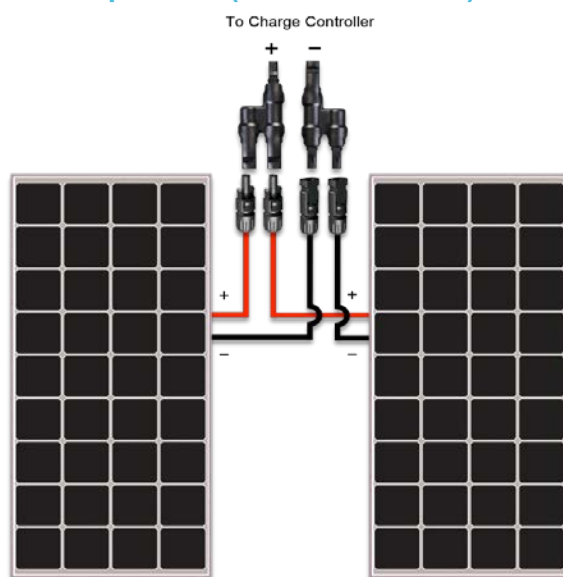

Figura 8.2 Dos Panles RNG-100D en paralelo
Una de las configuraciones solares más básicas implica cableado dos paneles solares en paralelo. Esta configuración en paralelo aumentará la salida de corriente, mientras que la tensión de salida sigue siendo la misma. La **Figura.8.2** anterior muestra la disposición para la conexión de dos paneles solares en paralelo con un par de conectores de derivación MC4. Esta disposición es aplicable si dos paneles solares serán montados adyacentes uno a otro. Esta conexión requiere un (1) par de conectores de derivación MC4. Cuando los paneles se montan en diferentes locaciones, es decir, separados por una distancia, los paneles deben ser extendidos con los Cables de Extensión MC4 (vendidos por separado).